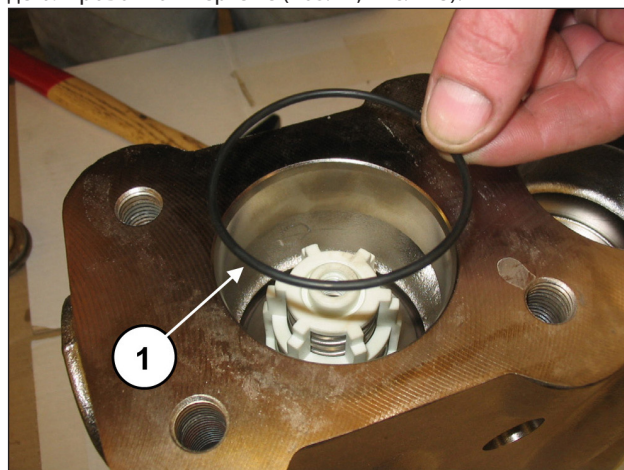

Рис. 123
Вставьте уплотнительное кольцо, поз. №17 на детализовочном чертеже (поз. ①, Рис. 123).